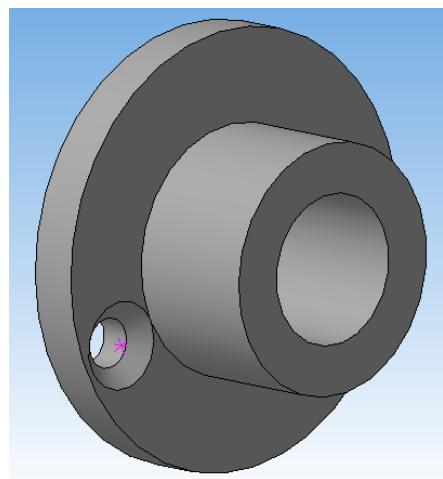

Рисунок 81.
3. Откройте подменю – **Выбор отверстия - Библиотека отверстий – Центровые отверстия – Отверстие 03**. В открывшемся информационном окне поставьте **диаметр отверстия – 5мм, диаметр зенковки – 7мм, глубина отверстия** должна быть больше ширины используемой поверхности (рисунок 81). Координаты положения **X(0) Y(13,5)**.**Прямое направление.**